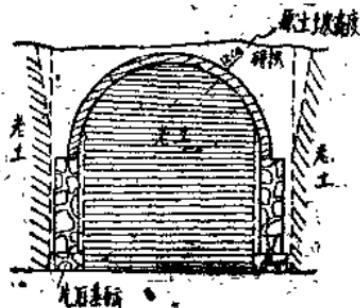

图2 利用土胎膜砌拱施工示意图
1. 利用土胎膜砌拱施工法：由于砌完拱后，仍可将原土复回成原来地形，这样，联拱的两头不象地面的联拱宿舍一样需要加强砖柱，当地叫“连窑洞”，以与平地上的砖拱宿舍区别。其具体施工方法是先把拱脚部的基槽挖开（图2），靠基槽外侧根据土质情况应留坡度，避免塌方事故。基槽挖好并夯实后，在夯实的基底上砌筑片石墙基。